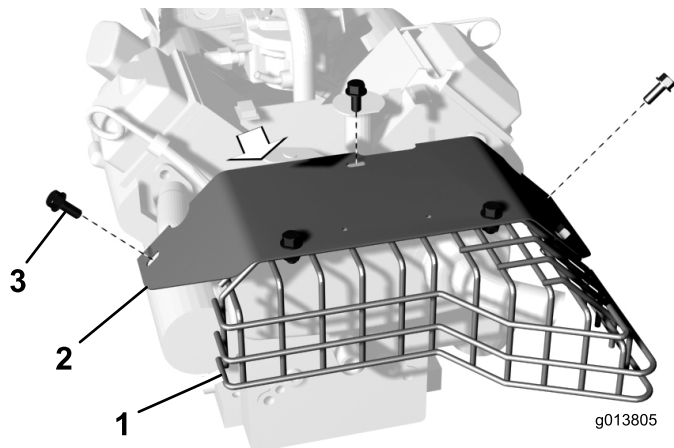

Figura 4
1. Montagem do parafuso, anilha e porca flangeada (4)
7. Retire os (3) parafusos de cabeça de flange que prendem a protecção do abafador ao motor (Figura 4). Retire a protecção do abafador e protecção do tubo de escape. Volte a instalar os parafusos de cabeça de flange no motor.